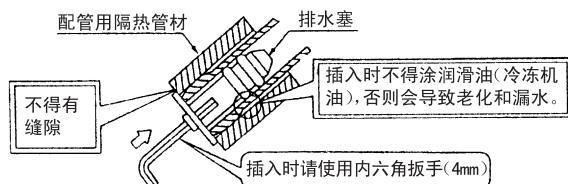

图8
- 从排水盘处移开排水塞、配管用隔热管材和排水软管，再调换位置（请参看图 8）
- 请先连接现场配制的制冷剂配管，注意与安装板①上刻的液体配管和气体配管标志相对应。